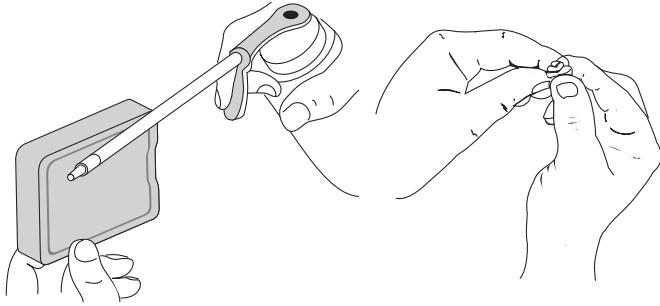

Fig. 21
- Aplique suficiente aceite limpio de motor SAE 30 para recubrir ligeramente el filtro (Fig. 21).
- Apriete el filtro para esparcir y retirar el exceso de aceite (Fig. 21).